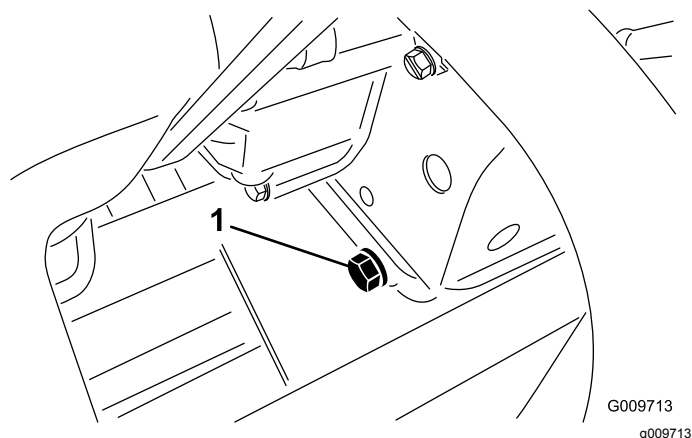

Figura 77
2. Retire el tapón de vaciado (Figura 77) y deje fluir el aceite a un recipiente apropiado.